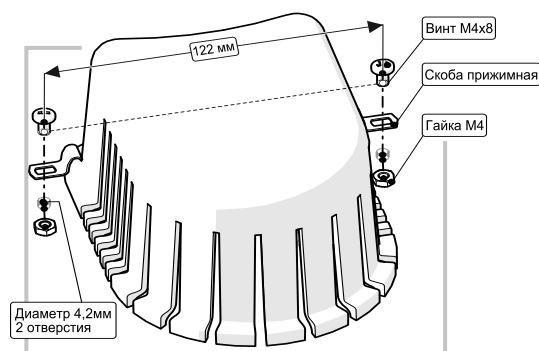

Рис. 4. Установка фильтра накопителя
- 13) Установите фильтр накопителя (поз.9) под скобы прижимные (поз.19) до упора в боковую стенку согласно (рис.4).
- 20) Присоедините шланг (поз.13) к штуцеру шланга (поз.12) и закрепите его хомутом (поз.15) (рис.4).